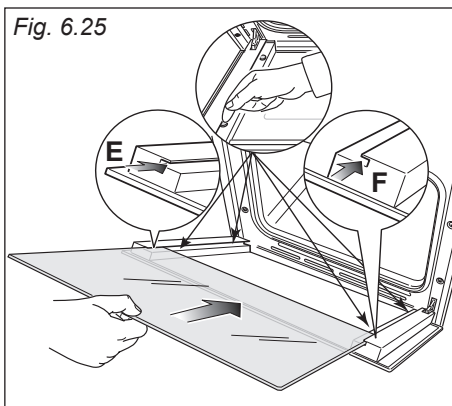
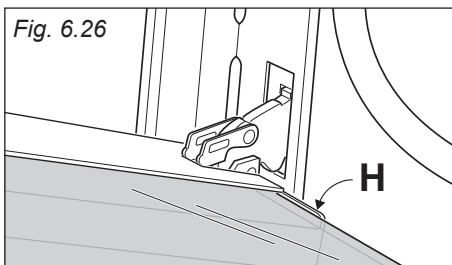

Fig. 6.25
Fig. 6.26
**IMPORTANTE:** È consigliabile, durante la rimozione del vetro, tenere premuti in posizione i 4 distanziatori "D", mediante un dito, al fine di evitare la rottura o lo sfilamento dei distanziatori stessi (fig. 6.25).
**IMPORTANTE:** È consigliabile, durante l'inserimento del vetro, tenere premuti in posizione i 4 distanziatori "D", mediante un dito, al fine di evitare la rottura o lo sfilamento dei distanziatori stessi (fig. 6.25).
- Inserire il vetro nelle guide "E" ed "F" (fig. 6.25) e farlo scorrere dolcemente fino ai fermi "H" (fig. 6.26).